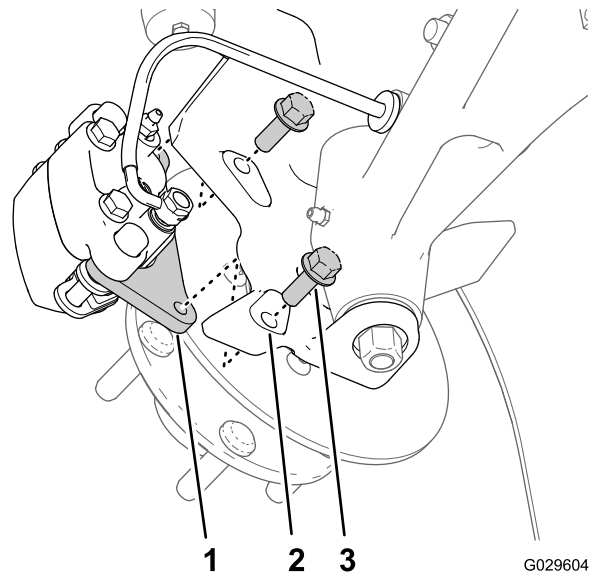
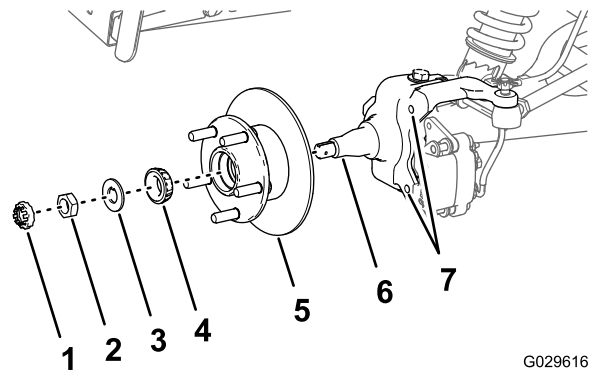

Figure 31
Figure 35
3. Retirez les 2 boulons à embase (3/8 x 1 po) qui fixent le support du frein à la fusée et séparez le frein de la fusée (Figure 31).
1. Appliquez une fine couche de la graisse spécifiée sur la fusée (Figure 35).
2. Montez le moyeu et le rotor sur la fusée en plaçant le rotor à l'intérieur (Figure 35).
3. Montez le roulement extérieur sur la fusée et poussez le roulement contre la bague (Figure 35).
4. Montez la rondelle-frein à languette sur la fusée (Figure 35).
5. Vissez l'écrou de fusée sur la fusée et serrez-le tout en tournant le moyeu (Figure 35).
- Alignez les plaquettes de frein de chaque côté du rotor (Figure 31) et alignez également les trous dans le support d'étrier et les de fixation du frein sur le porte-fusée (Figure 35).
- Fixez le support d'étrier au porte-fusée (Figure 31) à l'aide de 2 boulons à embase (3/8 x 1 po) serrés à un couple de 47 à 54 N·cm.